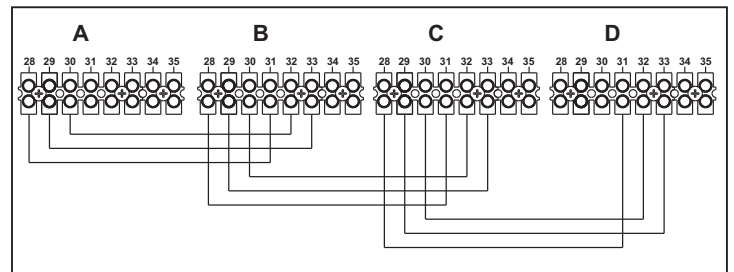

fig. 23 - Collegamento in cascata
1. Collegare i moduli come mostrato in fig. 23 (esempio con 4 moduli)
Se questo non avviene, togliere alimentazione elettrica e controllare il cablaggio in fig. 23.